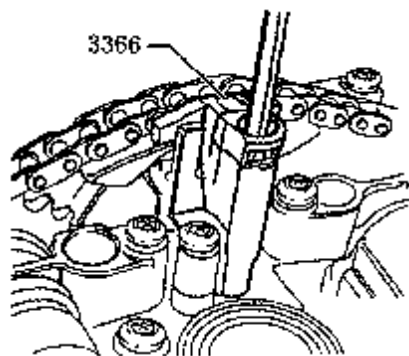

图 4-96 固定传动链张紧装置
(2) 用专用工具 3036 松开凸轮轴链轮，拉出凸轮轴链轮。拆卸霍尔传感器壳体，从霍尔传感器上拆下转子。用传动链条张紧器 3366 的定位器固定住液压传动链条张紧装置，如图 4-96 所示。注意若定位器拧得过紧，则可能损坏液压传动链条张紧装置。